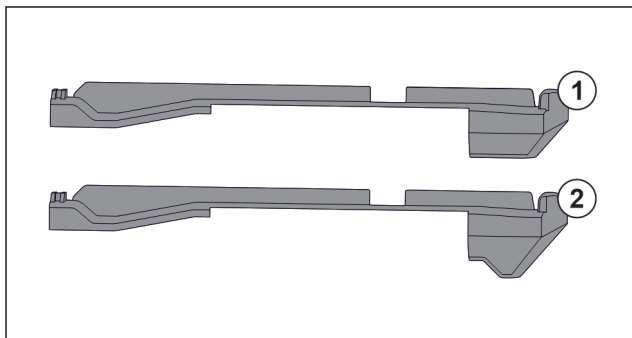

Fig. 147 Sammenligning av påsettsingsdeler
I apparatet finnes to ulike påsettsingsdeler. Påsettsingsdel over en nederste skuffen Fig. 147 (2) har en trekantet kant. Alle andre påsettsing Fig. 147 (1) har en rett kant.
- ▶ Anbring påsettsingsdel Fig. 147 (2) med trekantet kant over nederste skuff.
- ▶ Anbring påsettsingsdel Fig. 147 (1) med rett kant til alle andre steder.